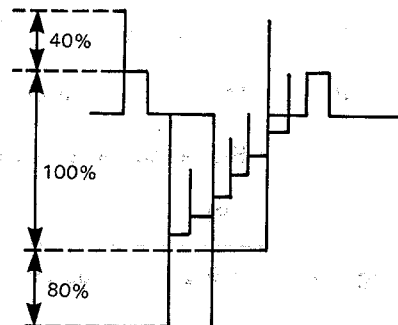

Figure 2-8.
3. Observer sur un oscilloscope à la sortie de TP204 et régler R229 (contrôle d'agrafe blanche) de sorte que la forme d'onde résultante soit comme indiqué dans la Figure 2-8. Déclenchement externe; TP2201.